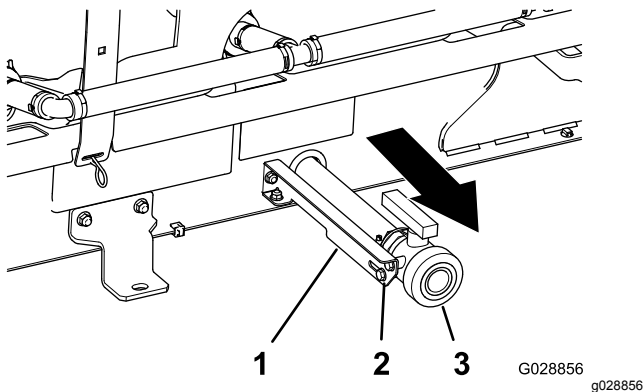

Bild 11
- A. Lösen Sie die zwei Bundkopfschrauben an der linken Seite des Behälters, mit denen das Ablassventil an der Stützhalterung des Ventils befestigt ist (Bild 11).
- B. Schieben Sie das Ablassventil ganz nach außen in die Schlitz der Halterung (Bild 11).
- C. Ziehen Sie die zwei Bundbolzen an (Bild 11).